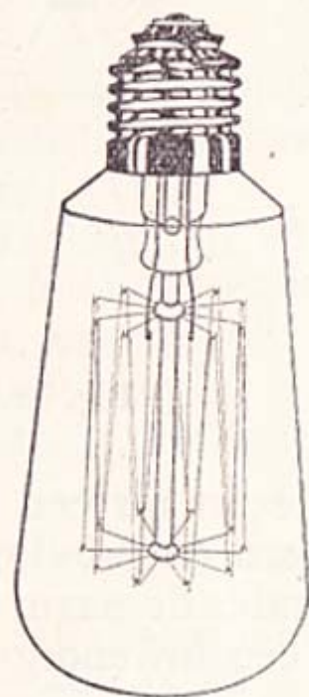
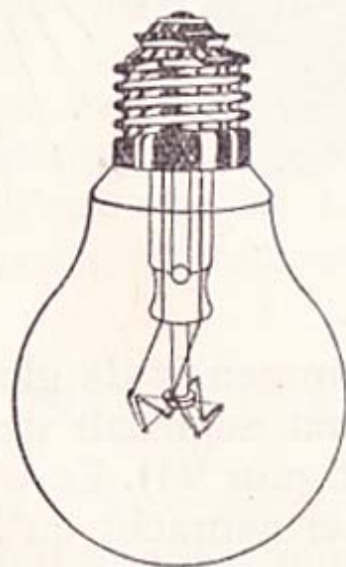

Fig. 91.
Fig. 92.
- 1° vacuumlampen (fig. 91 en 92);
De oude metaaldraad-vacuumlampen hebben een rechtgespannen wolframdraad, zoals in fig. 91 is aangegeven. Bij deze opstelling is de lichtverdeling niet gunstig. Ze zullen daarom meer en meer worden verdrongen door de *Spiralta* vacuumlampen; hierbij is de gloeidraad tot een uiterst fijn spiraaltje gewikkeld (fig. 92).